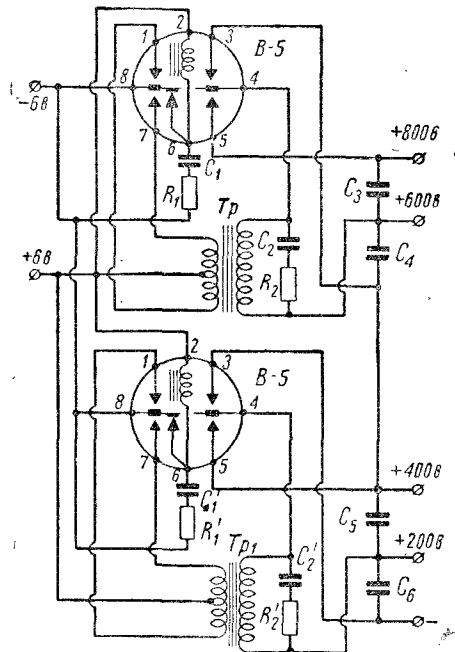

Рис. 6. Схема вибропреобразователя, используемого для получения высоких напряжений
**Фазовые искажения.** Фазовые искажения могут иметь место только при усилении сложных колебаний, состоящих из нескольких простых синусоидальных колебаний разных частот. Так же как и частотные искажения, они появляются в результате наличия в анодной нагрузке лампы реактивных элементов, в частности емкостей. Это приводит к появлению сдвига фаз между токами и напряжениями звуковой частоты, причем этот сдвиг оказывается различным для колебаний разных частот. В результате может получиться так, что колебания разных частот как бы сдвигаются одно относительно другого во времени и форма результирующего сложного колебания исказится. Из рис. 6 видно, как резко изменяется вид сложного колебания, состоящего из колебаний основной частоты и ее второй гармоники, вслед-
Рис. 6. Искажение формы сложного колебания вследствие фазовых искажений: а — состав колебания на входе усилителя; б — состав колебания на выходе усилителя (1 — колебание основной частоты, 2 — вторая гармоника, 3 — суммарное колебание)
Вибропреобразователь с двумя параллельно работающими вибраторами применяется в тех случаях, когда требуется получить или высокие напряжения (до 800 в), или большие мощности (до 80 вт). На рис. 6 приведена схема вибропреобразователя, который дает на выходе постоянное напряжение, почти в четыре раза превышающее напряжение на вторичной обмотке трансформатора. Накопительные конденсаторы  $C_3$ ,  $C_4$ ,  $C_5$ ,  $C_6$  устройства можно использовать в качестве делителя напряжения. В тех случаях, когда требуется повышение не напряжения, а отдаваемого тока, вибропреобразователи включаются параллельно.